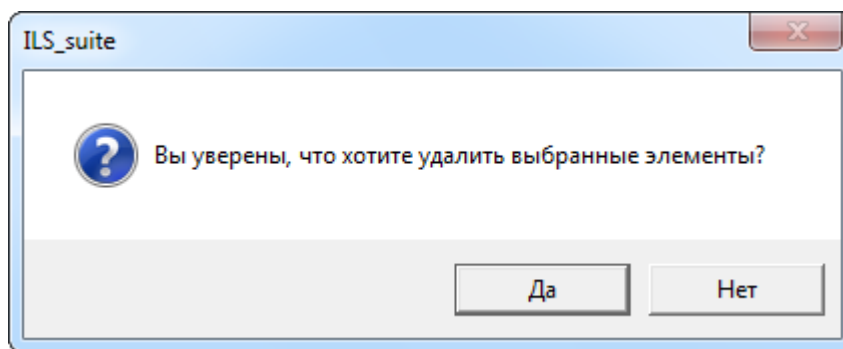

Рис. 11-6 – Диалоговое окно при удалении ресурса
5) В открывшемся диалоговом окне нажать «Да» для подтверждения действия (рис. 11-6).